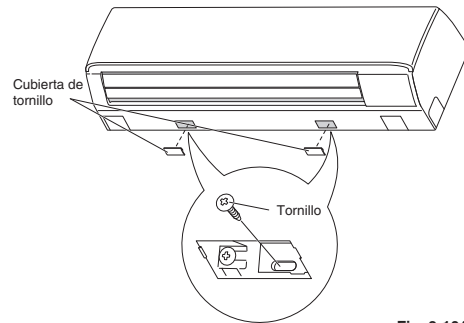

Fig. 3-104
- (1) Quite la cubierta de los tornillos que se encuentra en la superficie inferior. (Fig. 3-104)
- (2) Fije la estructura al panel posterior utilizando los 2 tornillos para madera incluidos de 4 x 10 mm. (Fig. 3-104)